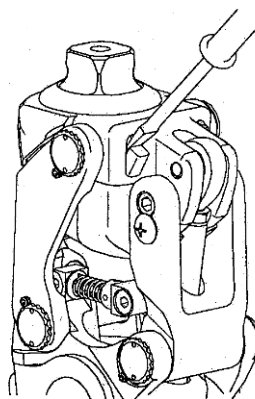

Abb. 12 :
b) Flexionsanschlag aus Gummi (Abb. 12)